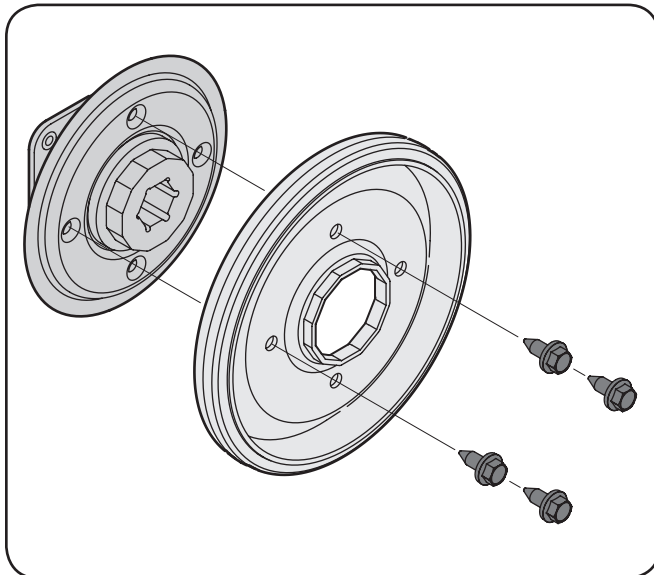

Figura 7-11
7. Retire los cuatro tornillos que ajustan la rueda de fricción al conjunto del cubo (consulte la Figura 7-11). Deseche la rueda de fricción vieja.
8. Vuelva a ensamblar la nueva rueda de fricción sobre el conjunto del cubo, apretando los cuatro tornillos en rotación a 6-9 pies-libras. Es importante ensamblar la rueda de fricción simétricamente para un buen funcionamiento. Consulte la Figura 7-11.